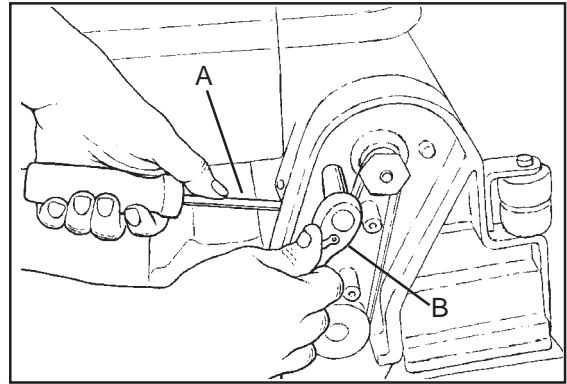

Abb. 36
- c. Drücken Sie den Motor mit einem kleinen Nagelzieher oder großen Schraubenzieher hoch, um die richtige Riemenspannung zu erzielen. Drücken Sie dort auf den Motor, wo der Motor das Bürstenkopfgehäuse berührt (siehe Abb. 36, A).
- d. Wahren Sie die Spannung und ziehen Sie die beiden Schrauben fest an (siehe Abb. 36, B).